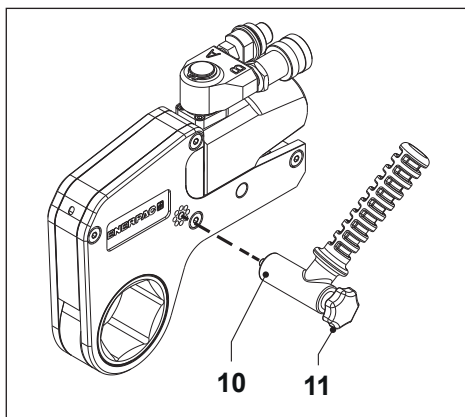

Fig. 3
3.2 Per attaccare la maniglia di posizionamento (Fig. 3)
- Fissare la maniglia di posizionamento (10) con la vite a ghiera (11). La maniglia può essere installata su ciascun lato della chiave dinamometrica.